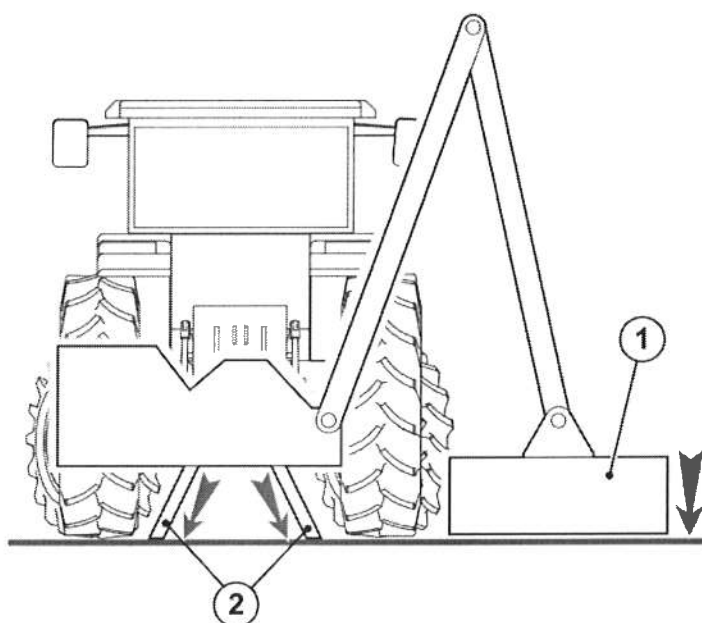

図15
- ・ トラクターの油圧リフトで、スタンドを下側に降ろしロックし、ブームを畳みカッターヘッド部を下側にしたうえで本機を地面に降ろします。(図15)